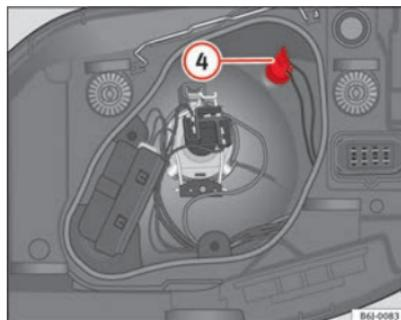

Fig. 149 Luci di posizione
- Estrarre il portalampada ④ ⇒ fig. 149 verso l'esterno.